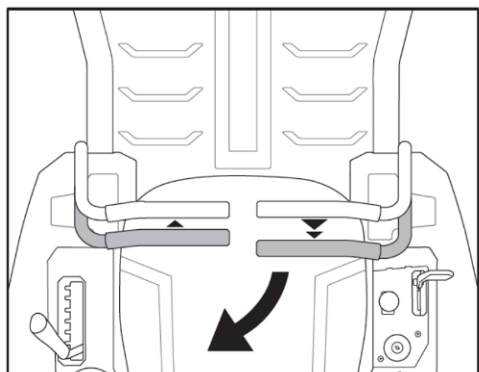

Fig.18A
1. För att svänga åt höger medan du kör baklänges flyttar du den vänstre spaken för drivningskontroll framför vänstre spaken. (Fig. 18A)